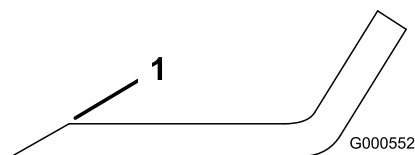

Figura 65
- Utilice una lima para afilar el filo de corte en ambos extremos de la cuchilla (Figura 65).
Nota: Si la cuchilla no está equilibrada, rebaje algo el metal en la parte de la vela solamente con una lima (Figura 65).